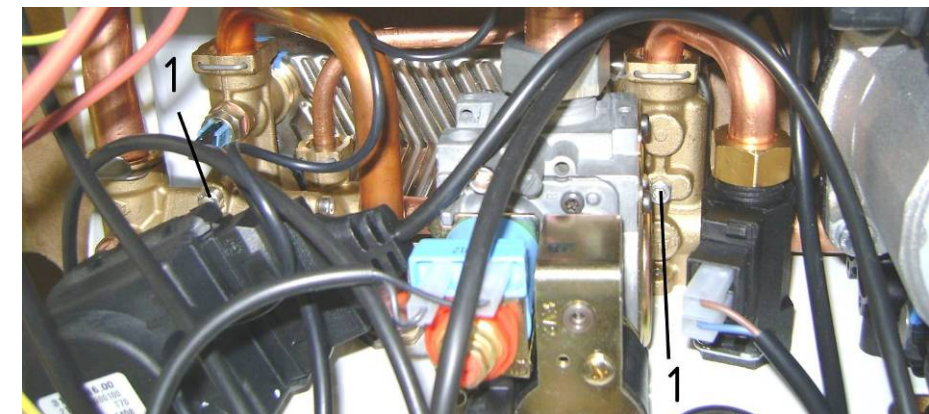

Рис. 22. Демонтаж вторичного теплообменника
- ✓ отвернуть два винта 1 (см. Рис. 22) крепления теплообменника к узлам гидрогруппы;